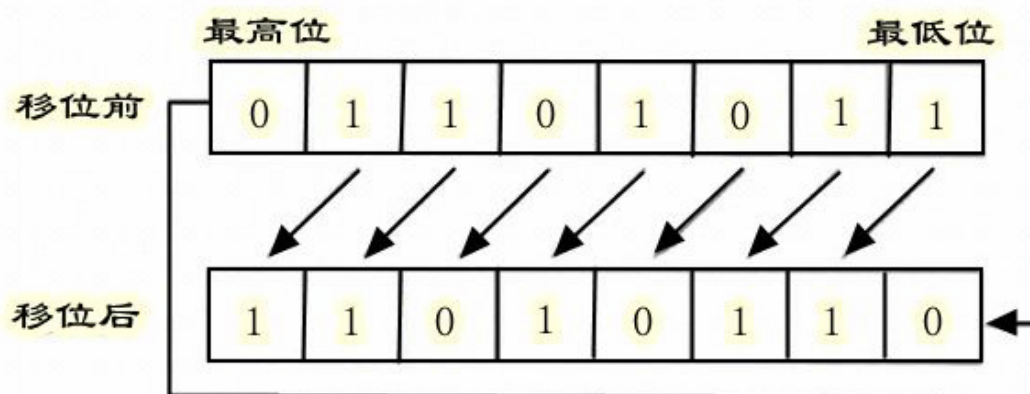

图 2-36 循环左移示意图
(3)循环左移。最高位移入最低位，其他位依次向左移一位。C 语言中没有专门的指令，通过移位指令与简单逻辑运算可以实现循环左移，或直接利用 C51 库中自带的函数_crol_实现，如下图 2-36 所示：